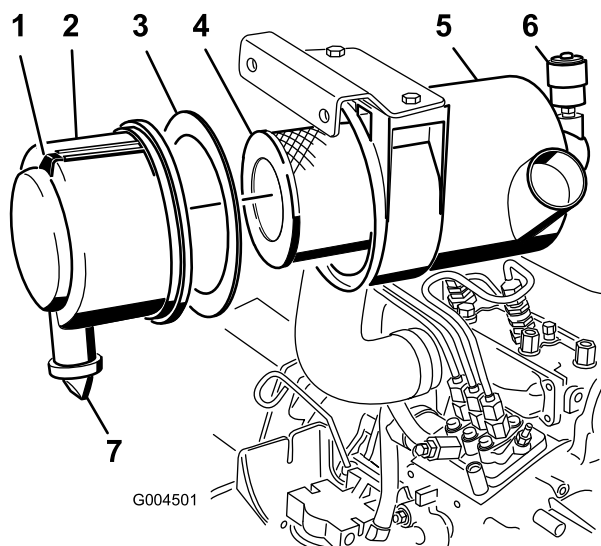

Figura 43
- Revise el filtro del limpiador de aire cuando el indicador del limpiador de aire se vea rojo (Figura 43) o cada 400 horas (más frecuentemente en condiciones extremas de polvo o suciedad). No limpie con demasiada frecuencia el filtro de aire.
1. Tire hacia fuera del enganche y gire la tapa del limpiador de aire en el sentido contrario a las agujas del reloj (Figura 43).
2. Retire la cubierta de la carcasa del limpiador de aire (Figura 43).
4. Retire y cambie el filtro primario (Figura 43).
6. Asegúrese de que la junta de gomaespuma está colocada en la tapa y que no está desgarrada ni dañada (Figura 43). Si está dañada, cámbiela.
- A. Retire la válvula de salida de goma de la cubierta (Figura 43).
10. Reinicie el indicador (Figura 43) si se ve rojo.